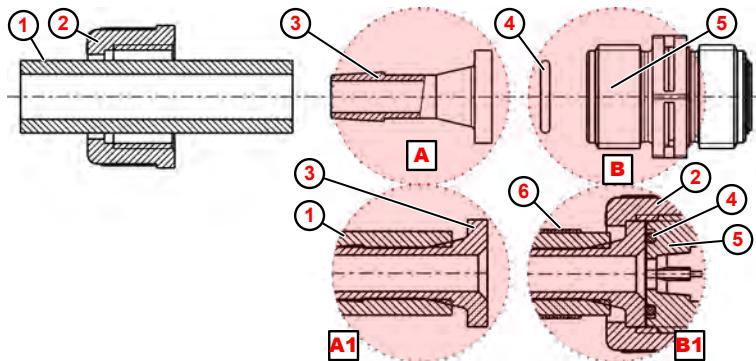

Abb. 9: Rohr- und Schlauchanschluss mit Aufstecknippel und Schlauchschelle
- 1.** Schlauch (Abb. 9 , ①) gerade abschneiden.
- 2.** Schlauchschelle ⑥ über Schlauch ① schieben
- 3.** Überwurfmutter ② über Schlauch ① schieben.
- 4.** Schlauch ① bis zum Anschlagbund auf Aufstecknippel ③ schieben (Detail ④).
- 5.** O-Ring ④ in Nut von Saug- bzw. Druckventil ⑤ legen.
- 6.** Überwurfmutter ② festziehen.
- 7.** Schlauchschelle ⑥ nach unten schieben und festziehen (Detail ⑥).